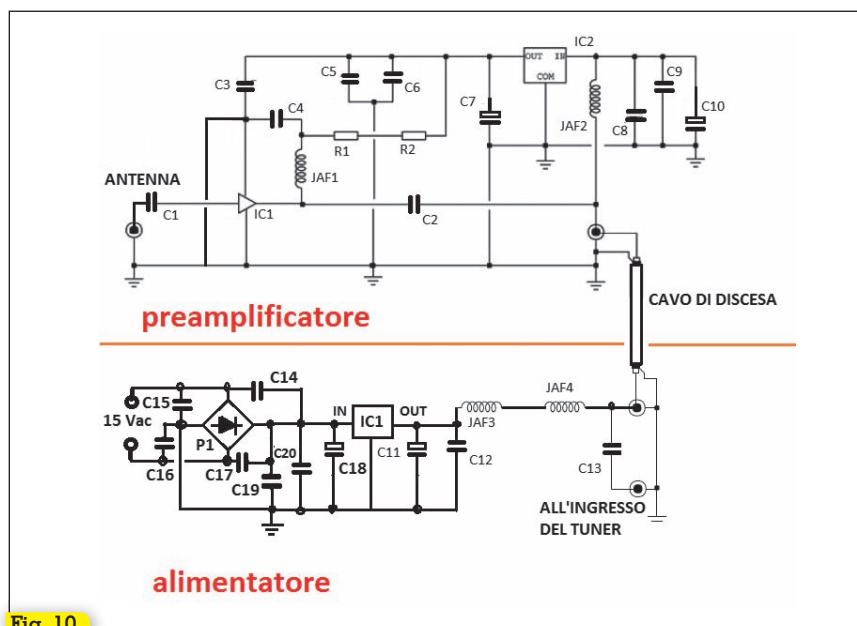
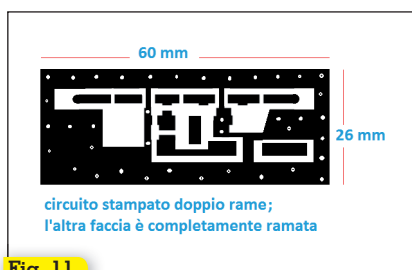
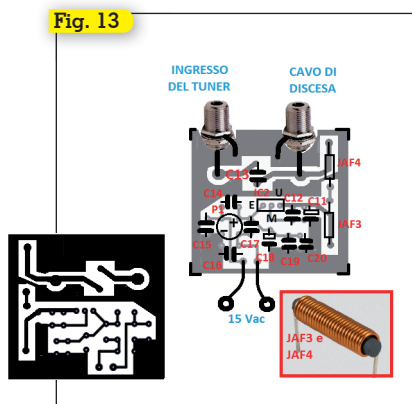

Fig. 10
Fig. 11
Fig. 13
raffreddato, spalmatelo di colla e quindi infilate il tubo (F), facendo corrispondere i bordi, come mostra la fig. 9B. L'antenna è pronta per essere sistemata sul tetto di casa. Naturalmente bisogna collegare il cavo coassiale di discesa, del normale cavo TV con impedenza di  $75 \Omega$ , al connettore "F" che abbiamo sistemato al centro del dipolo (fig. 6). Sul retro,  $2 \div 3$  cm più in basso, praticate un foro avente un diametro pari a quello del cavo di discesa utilizzato. In questo foro infileremo il cavo di discesa in modo da farlo fuoriuscire in basso (fig. 7). In qualche caso disperato, potrebbe tornare utile l'impiego di un preamplificatore d'antenna. Già immagino la reazione di tanti lettori: "con le potenze RF in uso in questa gamma, un preamplificatore, di solito, crea più problemi di quanti ne risolve". È vero, ma come ho fatto ogni volta che ho proposto un qualunque preamplificatore d'antenna, anche questa volta voglio precisare che l'uso di un preamplificatore molto spesso è un tentativo di porre qualche rimedio a una situazione non altrimenti migliorabile. Proprio perché si tratta di tentativi, non sempre il risultato è positivo; ma quando non sai più a che santo votarti si tenta di tutto. Detto questo, mi pare importante ricordare anche che per i motivi orografici citati in precedenza, in molte zone i segnali disponibili sono di ampiezza non particolarmente elevata. In fig. 10 vi propongo un circuito molto semplice, basato sull'impiego di un MMIC (GALI 39), caratterizzato da una cifra di rumore appena superiore ai 2 dB, mentre l'amplificazione, nella banda di nostro interesse è superiore ai 20
dB. Lo schema di fig. 10 è diviso in due parti per un motivo ben preciso. La parte superiore, quella relativa al preamplificatore propriamente detto, va montata sul circuito stampato di fig. 11, direttamente sul lato delle piste. La parte inferiore, invece, si riferisce all'alimentatore che, a volerlo realizzare, va montato sul circuito stampato di fig. 13. Perché questa precisazione? Semplicemente perché se disponete di tutto il materiale necessario, è tutto OK, ma se dovete comprare tutti i componenti, allora è possibile, nonché economicamente vantaggioso, utilizzare anche un normale alimentatore per amplificatori di antenna TV, acquistabile a meno di 10 €. Le tre indut-
stampato di fig. 11 è un doppio rame, con una faccia completamente ramata, collegata al lato piste, mediante i fori indicati. Un circuito con i fori metallizzati si presenta esteticamente meglio, ma per quanto riguarda la funzionalità è possibile ricorrere alla soluzione messa in atto nella costruzione del prototipo, consistente nel collegamento delle due facce, dove previsto, con dei normali pezzetti di filo; magari i reofori dei componenti. Non è il massimo della bellezza, ma il funzionamento è garantito. Naturalmente, come al solito, l'alimentatore si trova giù, vicino al sintonizzatore, ma il preamplificatore deve essere sistemato il più vicino all'antenna. Nella nostra realizzazione, abbiamo previsto l'uso di una scatola PVC 8 x 8 cm (con un grado di protezione dagli agenti atmosferici IP55;